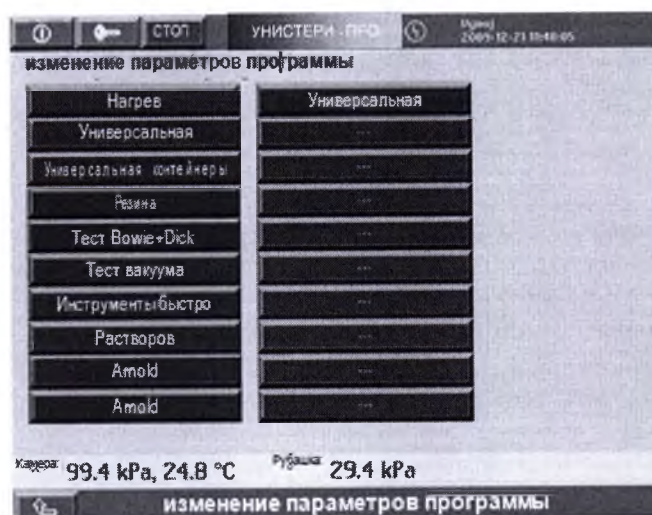

Рисунок 32 Выбор корректируемой программы
- Выберите нужную программу рисунок 32;